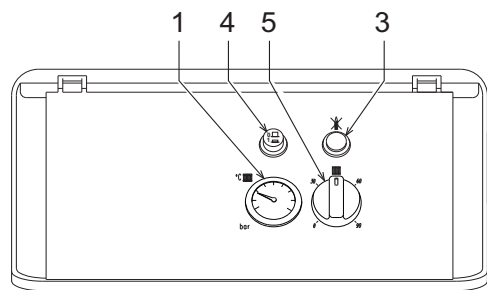
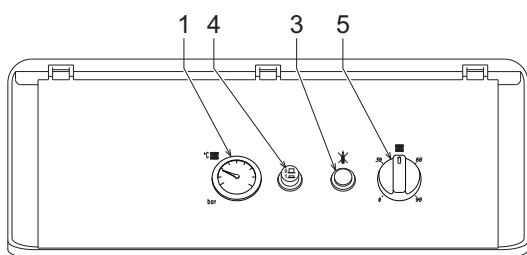
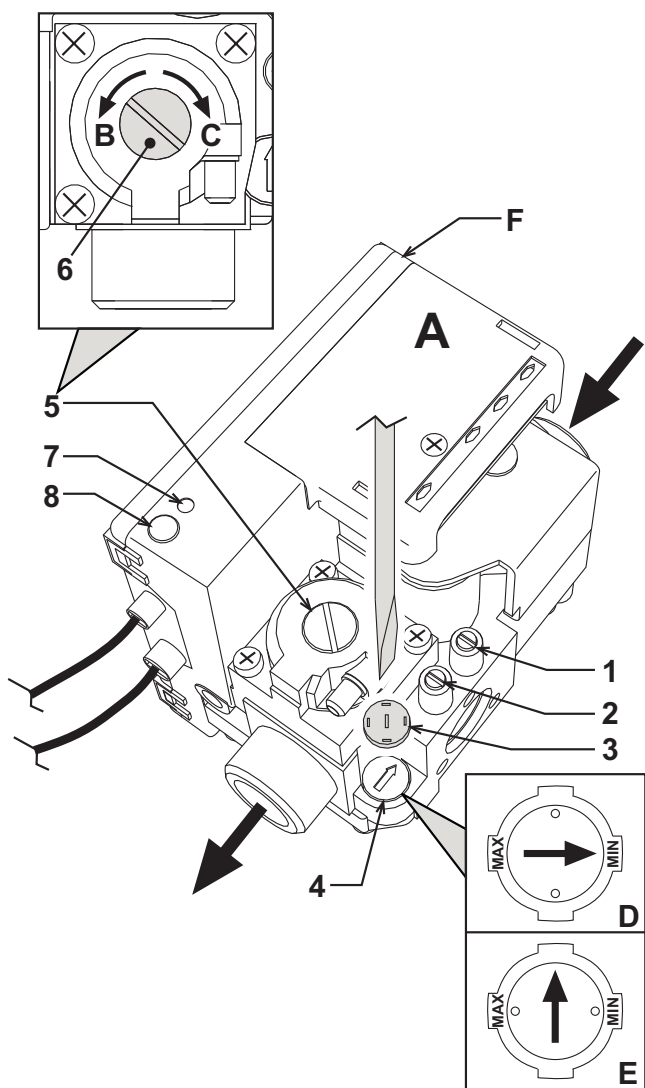

рис. 1 - Панель управления Pegasus 23
рис. 2 - Панель управления Pegasus 32 и Pegasus 45
рис. 4 - Регулирование давления
- Установите главный выключатель 4 (рис. 1 или рис. 2) в положение ON (ВКЛ).
Если после правильного выполнения описанных выше операций горелки не зажгутся, а на котле загорается индикатор блокировки 3 (рис. 1 или рис. 2), подождите около 15 секунд, затем нажмите вышеназванную кнопку. После сброса система повторит цикл розжига. Если после некоторых попыток горелки не зажгутся, то обратитесь в авторизованный сервисный центр или к квалифицированному специалисту.
Закройте газовый вентиль, установленный перед котлом, выключите котел нажатием на главный выключатель 4 (рис. 1 или рис. 2) и выключите электропитание аппарата.
Если повернуть термостат регулировки котла 5 (рис. 1 или рис. 2) по часовой стрелке, температура воды в системе отопления повышается, и наоборот, против часовой стрелки - уменьшается. Температуру воды в системе отопления можно регулировать в пределах от 30° до 90°. Однако не рекомендуется эксплуатировать котел при температуре ниже 45°.
Задайте с помощью комнатного термостата нужную температуру внутри помещения. По команде от комнатного термостата котел нагревает воду в системе отопления до температуры, заданной с помощью термостата регулировки котла 5 (рис. 1 или рис. 2). При достижении в помещении желаемой температуры котел выключается.
При заполнении холодной системы отопления, давление воды, контролируемое по показанию установленного на котле термогидрометра (поз. 1 - рис. 1 или рис. 2), должна составлять примерно 1,0 бар. Если во время работы давление воды в системе упало (из-за испарения растворенных в воде газов) до величины ниже вышесказанного минимума, пользователь должен открыть кран подачи воды и довести давление до первоначального значения. По окончании операции всегда закрывайте кран подачи воды.
Подключите манометр к приемнику давления 2 (рис. 4), расположенному после газового вентиля, затем переведите термостат регулировки котла 5 (рис. 1 или рис. 2) на максимум.
Сняв защитную пробку 5 (рис. 4), регулируйте давление газа с помощью винта 6 (рис. 4) на желаемое значение (см. таблицу технических данных и диаграммы изменения мощности, приведенных в сар. 5).
4. Снимите с газового вентиля маленький защитный колпачок 3 (рис. 4). С помощью маленькой отвертки регулируйте "СТУПЕНЬ" розжига на основании выбранного для работы газа (G20-G25 положение D рис. 4 или G30-G31 положение E рис. 4); затем установите на место колпачок.